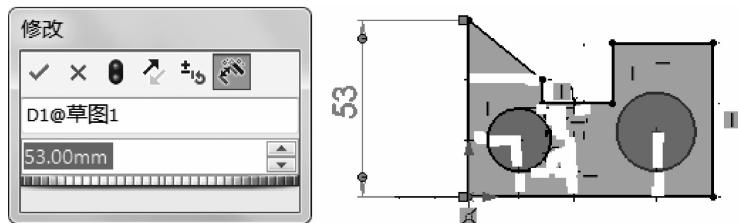
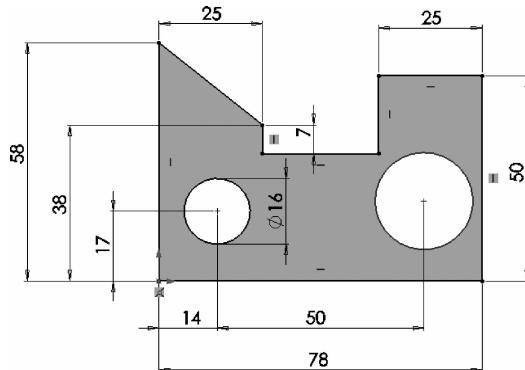

图 1-43 在微调框中输入“58mm”
图 1-44 标注尺寸后的草图
(4) 标注尺寸。
- ① 单击【智能尺寸】按钮,完成某个尺寸标注(如“53”)的同时弹出【修改】对话框。
- ② 在微调框中输入“58mm”(见图 1-43),单击 \checkmark 按钮,完成尺寸的修改。按同样方法标注并修改其他尺寸,标注尺寸后的草图如图 1-44 所示。